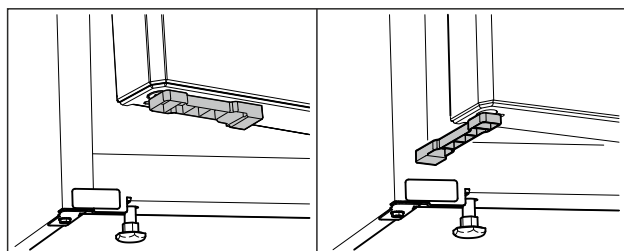

Fig. 73 *
- ▶ Otočte distanční držák dveří o 90°. (viz Fig. 73) *